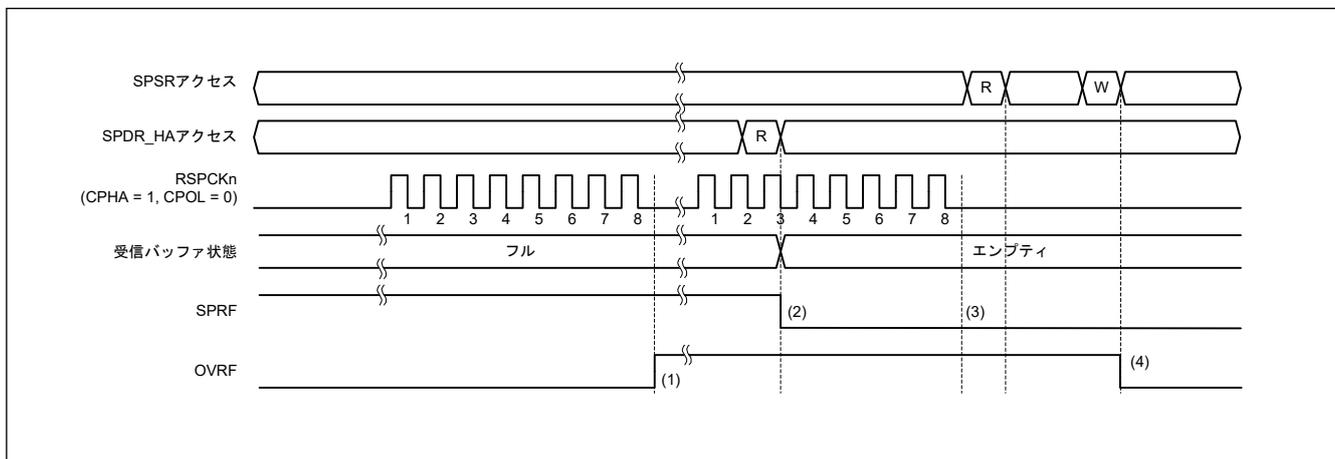

図 27.27 OVRF フラグおよび SPRF フラグの動作例
図 27.27 に、SPSR.OVRF フラグと SPRF フラグの動作例を示します。図 27.27 に記載した SPSR アクセスと SPDR_HA アクセスは、それぞれ SPSR、SPDR_HA レジスタへのアクセス状況を示しています。W は書き込みサイクル、R は読み出しサイクルを示しています。この例では、SPCMD0.CPHA ビットが 1、SPCMD0.CPOL ビットが 0 の設定で、SPI が 8 ビットのシリアル転送を実行しています。RSPCKn 波形の下に記載した数字は、RSPCKn サイクル数 (= 転送ビット数) を示しています。
以下に、図 27.27 の (1)～(4) に示したタイミングでのフラグの動作内容を説明します。